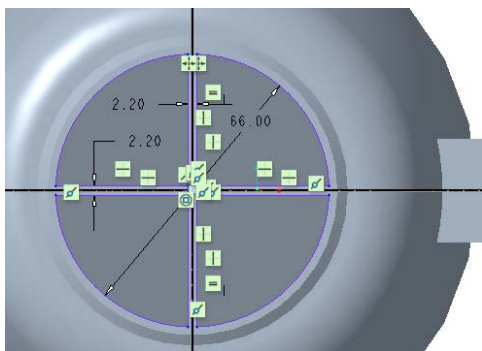

图 3-142 绘制截面
- 4 使用相关的草绘工具绘制图 3-142 所示的截面，单击“确定”按钮